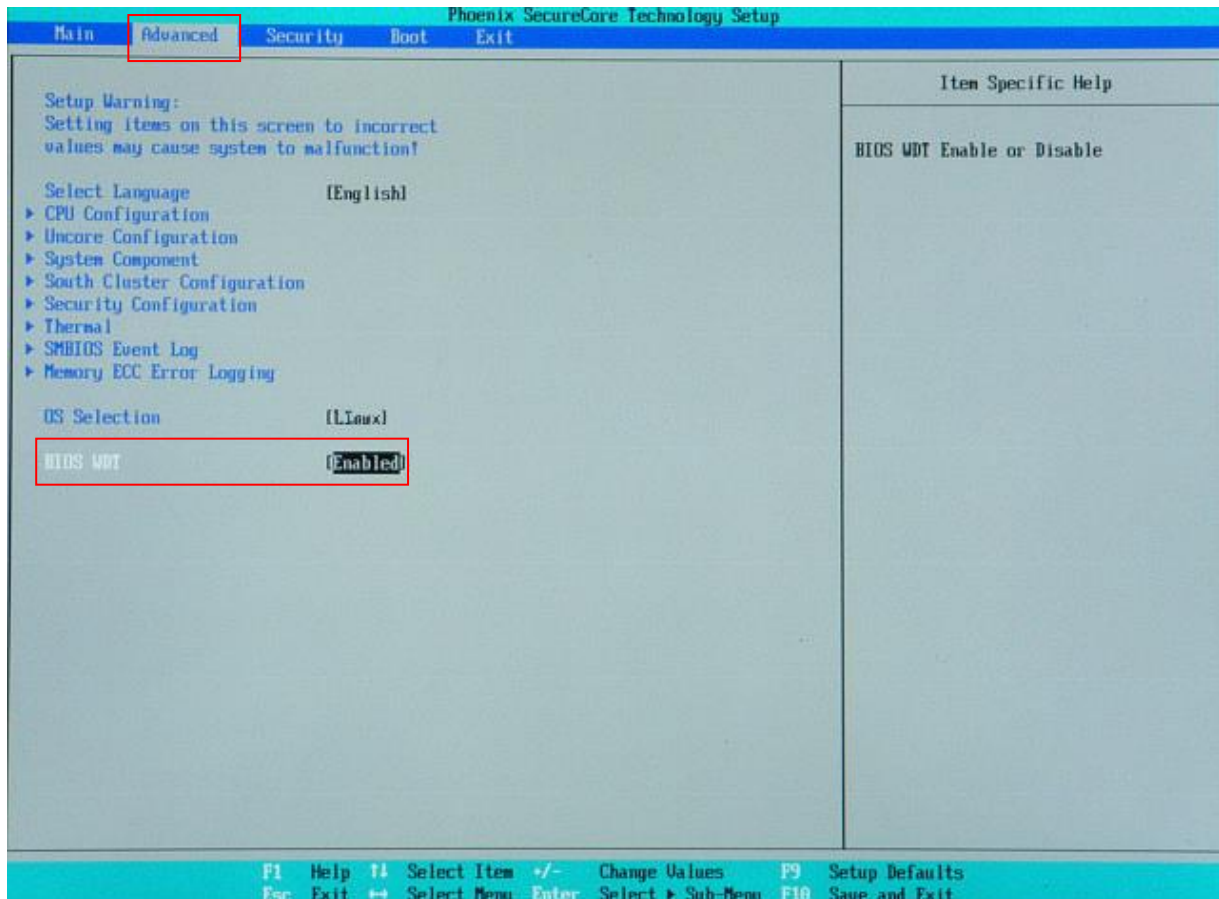

図 5-2-3-1. BIOS 設定 通常使用設定
- ① 電源を入れ、BIOS 起動画面が表示されたところで [F2] キーを押し、BIOS 設定画面を表示させます。
- ② BIOS 設定画面が表示されたら、[Advanced] メニューを選択します。(図 5-2-3-1)
- ③ [BIOS WDT] を [Enabled] に設定します。